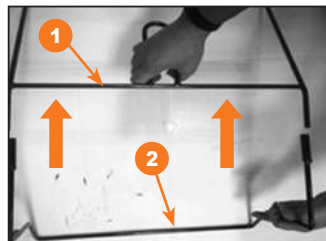

Рис. 6
1. Соедините металлические части каркаса **1** и **2** между собой (рис. 6).